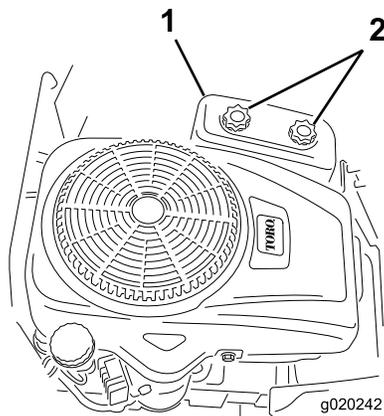

Bild 28
4. Schrauben Sie die zwei Handräder ab, um die Luftfilterabdeckung abzunehmen (Bild 28).
3. Setzen Sie die Luftfilterabdeckung auf und ziehen Sie die zwei Handräder an (Bild 28).